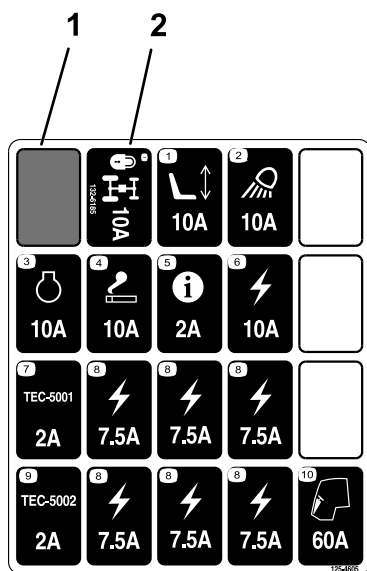

Figuur 13
1. Breng de zekering aan in opening C4 van de zekeringhouder (Figuur 13).